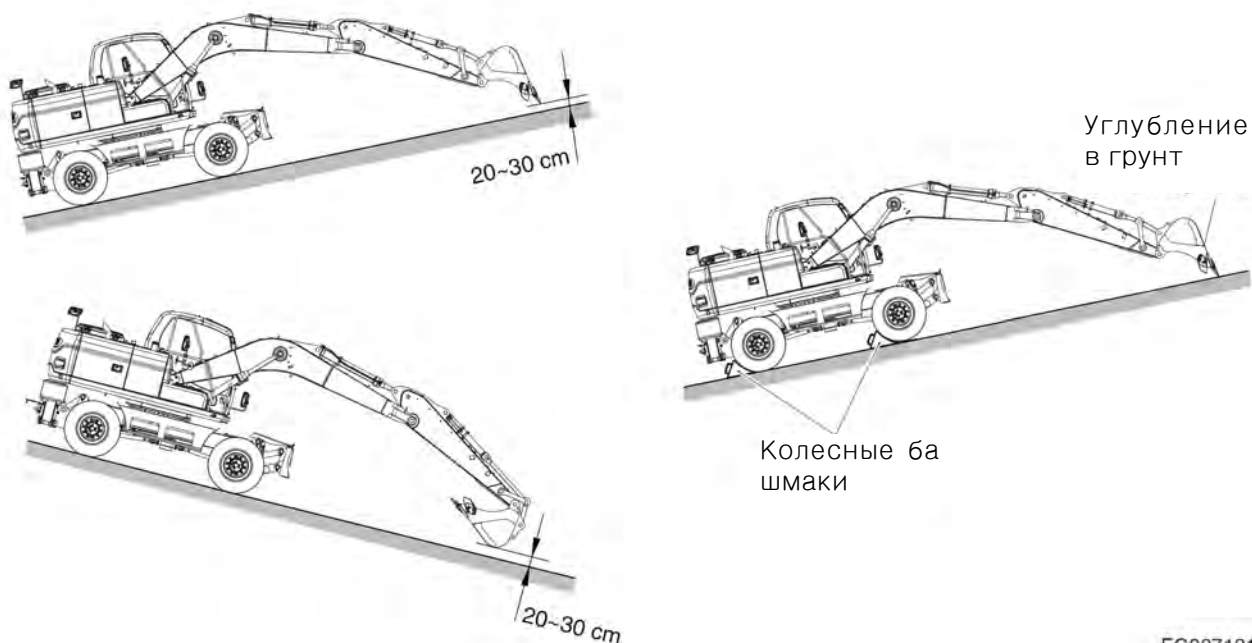

Рис. 34
- При движении по склону следует полностью выдвинуть рукоять, и опустить стрелу, чтобы ковш был на высоте **20-30 см** над грунтом. (См. рис. 34 на стр. 3-19). Если машина заскользила или стала неуправляемой, следует немедленно опустить ковш на грунт, чтобы восстановить управляемость. Если двигатель заглох, опустить ковш, убедиться, что все органы управления находятся в нейтральном положении (**NEUTRAL**) и снова запустить двигатель.
9. Если машина припаркована на склоне, установить колесные башмаки под колеса со стороны нижней части склона для фиксирования положения машины. См. рис. 34 на стр. 3-19. Колесные башмаки входят в комплектацию машины. Они хранятся на нижней раме непосредственно под кабиной. Когда верхняя конструкция направлена вперед машины.